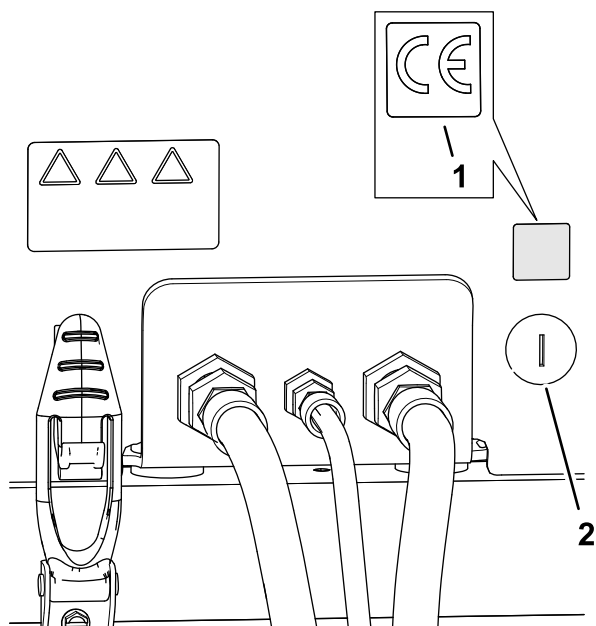

Figura 37
1. Utilize álcool e um pano limpo para limpar a área do capot junto à fechadura do capot e deixe secar o capot (Figura 37).